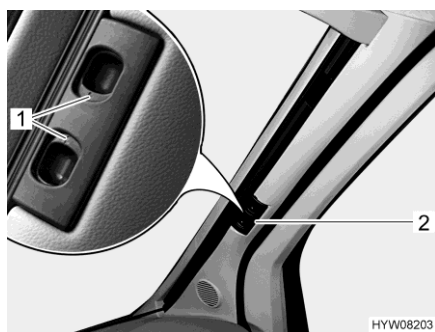

Fig. 13 Tendina oscurante pieghevole (parabrezza)
- Spingere verso l'esterno le due metà della tendina oscurante pieghevole del parabrezza tramite la maniglia (Fig. 13,2) fino all'arresto.
- Fare innestare le maniglie di sbloccaggio (Fig. 13,1).